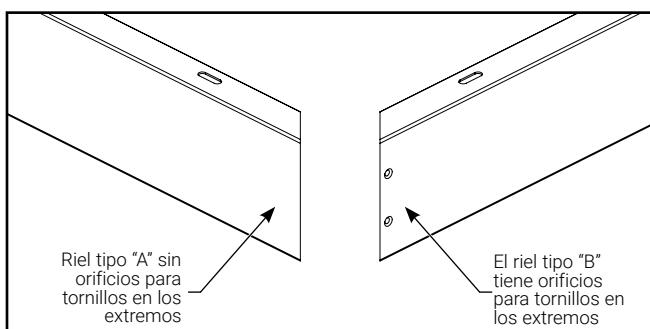

Figura 0.
**Nota:** Estas instrucciones se refieren a los rieles tipo "A" y tipo "B". Consulte la Figura 0 a continuación para comprender cómo identificar cada tipo de riel.